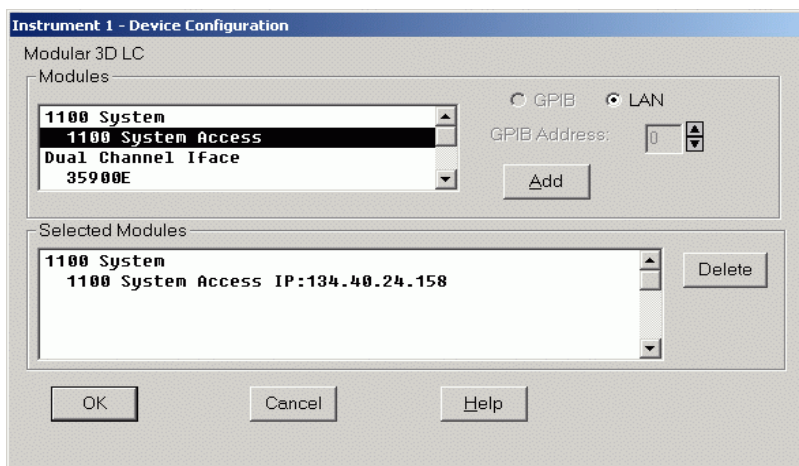

Figura 32 Configuration Editor della ChemStation: Agilent Finestra di dialogo Device Configuration
- 8 Dalla finestra di dialogo Device Configuration, selezionare "1100 System Access" dall'elenco (vedere la Figura 32 a pagina 104). Selezionare il pulsante relativo alla LAN.